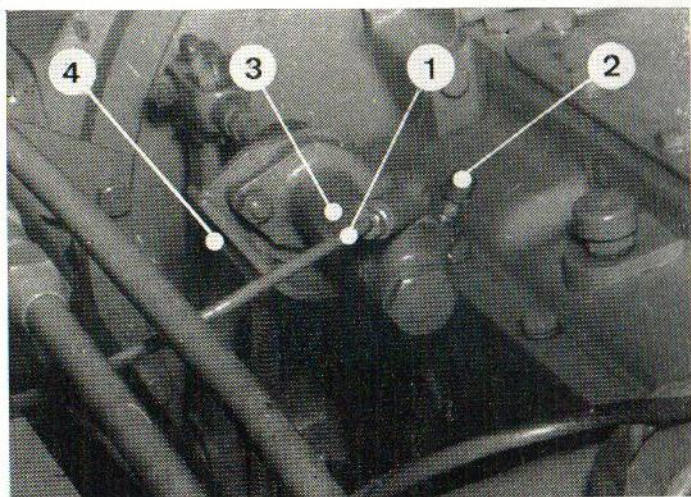

Fig. 4.4. - Cilindro del mando embrague
- 2.º Sacar el protector de goma del tapón de purga en el cilindro satélite (2, fig. 4.4) y enchufar un tubo de goma o de plástico; meter el extremo libre del tubo en un recipiente de cristal que contenga líquido de frenos y aflojar una vuelta el racor de purga.